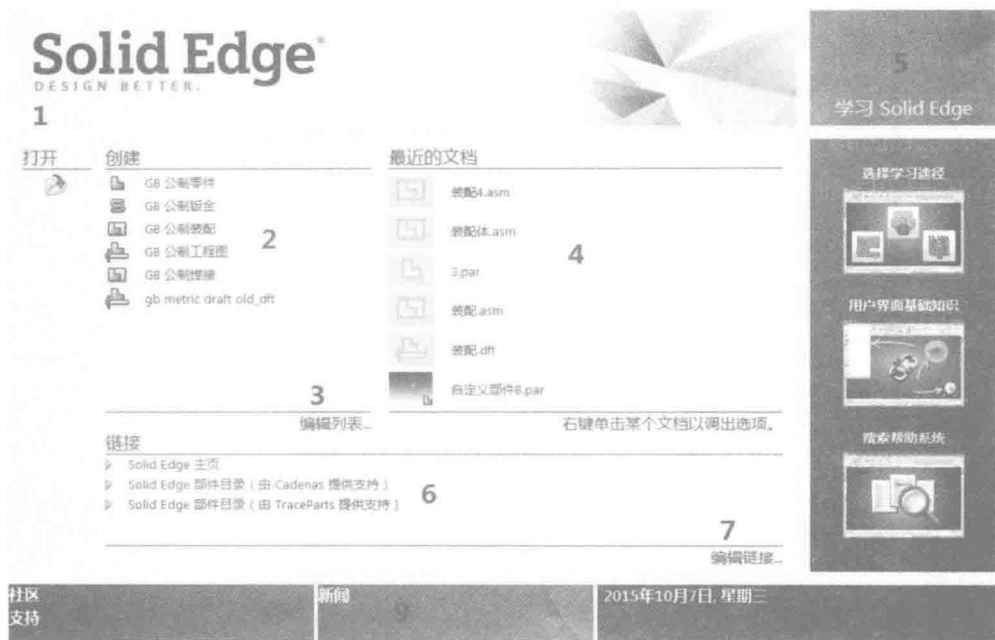

图 2-1-1
启动 Solid Edge 后的界面如图 2-1-1 所示,总共 9 大项目,包括:① 开启现有文件;② 文件模板;③ 编辑列表;④ 最近使用的文件;⑤ 教学指导与学习工具;⑥ 西门子 Solid Edge 介绍与零件分享;⑦ 链接的新增移除;⑧ 西门子网站与技术专区;⑨ 新闻。